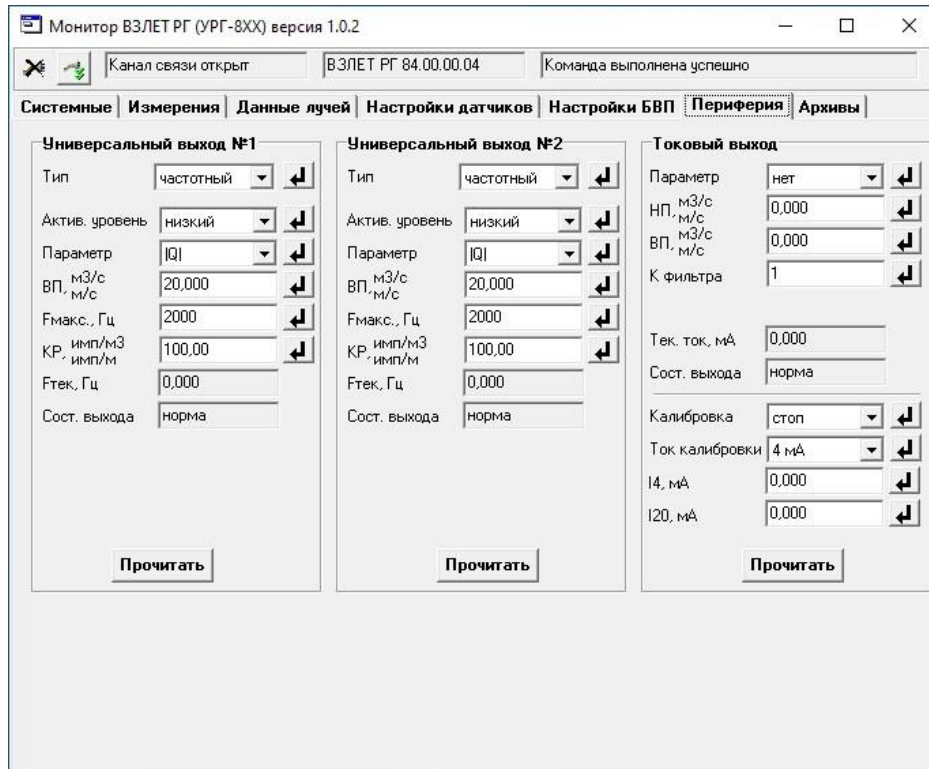

Рисунок 27 - Вкладка «Периферия»
6.8.1 В данной вкладке (см. рисунок 27) производится настройка универсальных выходов и токового выхода расходомера. Описание настроек выходов приведено в пп.1.5.5.2, 1.5.5.3 настоящего РЭ.